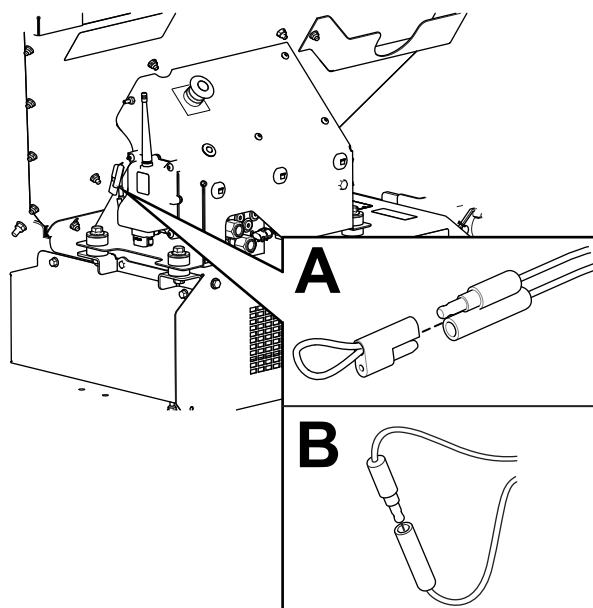

Figura 59
2. Retire a tampa dos dois conectores de diagnóstico do shunt (Figura 59, A).
3. Ligue os conectores de diagnóstico do shunt em conjunto (Figura 59, B).
- Desligue os conectores de diagnóstico do shunt (Figura 59, B).
- Empurre a tampa dentada para os 2 conectores de diagnóstico do shunt (Figura 59, A).